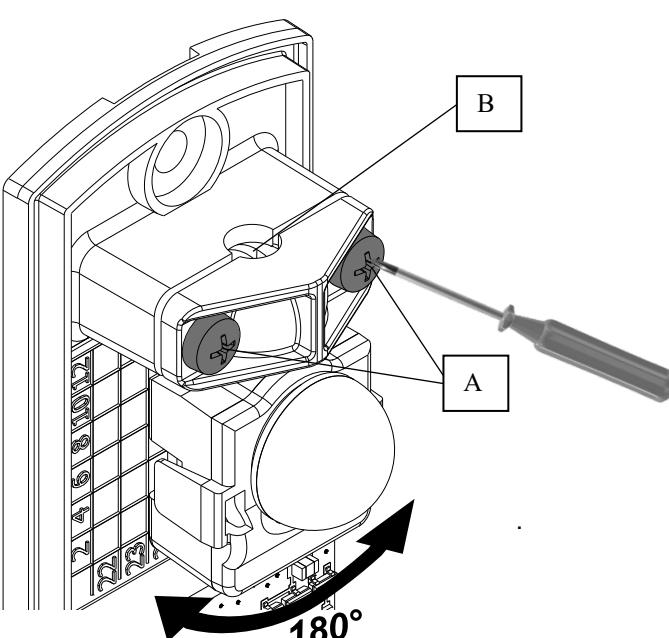

Fig. 1
- 1) Afloje ligeramente los tornillos de apriete de los cabezales giratorios "A" (fig. 1).
- 2) Oriente los cabezales TX y RX uno hacia el otro hasta que vea el LED rojo en el RX (fig. 1 y 2).
- 3) Una vez que el LED rojo se enciende, se detecta el haz. Para afinar el ajuste, siga el procedimiento 3. PUNTO DE PRUEBA. Puede utilizar la muesca "B" (fig. 1) con un destornillador plano.
- 1) Slightly loosen the clamping screws of the rotating heads "A" (fig. 1).
- 2) Orient the TX and RX heads towards each other until you see the red LED on the RX (fig. 1 et 2).
- 3) Once the red LED lights up, the beam is detected. To fine-tune the setting, follow procedure 3. TEST POINT. You can use the notch "B" (fig. 1) with a flat screwdriver.